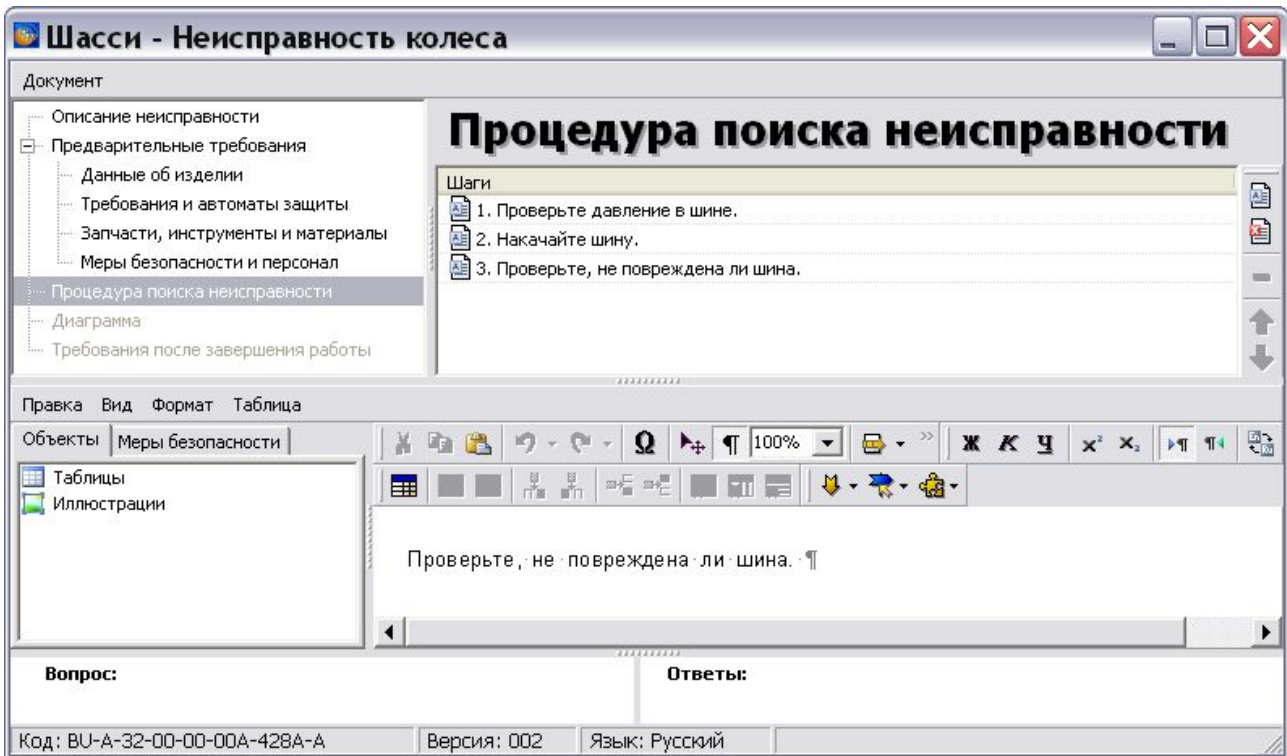

Рис. 6.29
3. Аналогичным образом создайте описание шагов, описывающих действия, которые необходимо произвести при различных величинах давления в шине (Рис. 6.29):